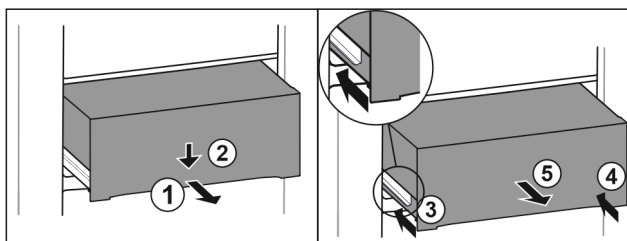

Fig. 81
- ▶ Dra ut utdragslåda till hälften. Fig. 81 (1)
- ▶ Tryck utdragslådan på framsidan nedåt. Fig. 81 (2)
- ▶ Skjut in vänster skena ca 2 cm. Fig. 81 (3)
- ▶ Skjut in höger skena ca 2 cm. Fig. 81 (4)
- ▶ Ta ut utdragslåda genom att dra den framåt. Fig. 81 (5)